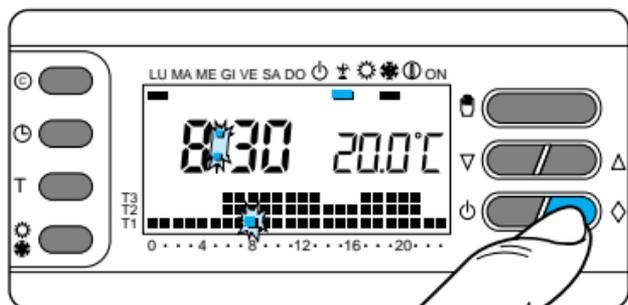

Fig. 46
**9.2** - Pulse el botón ◊ (fig. 46).